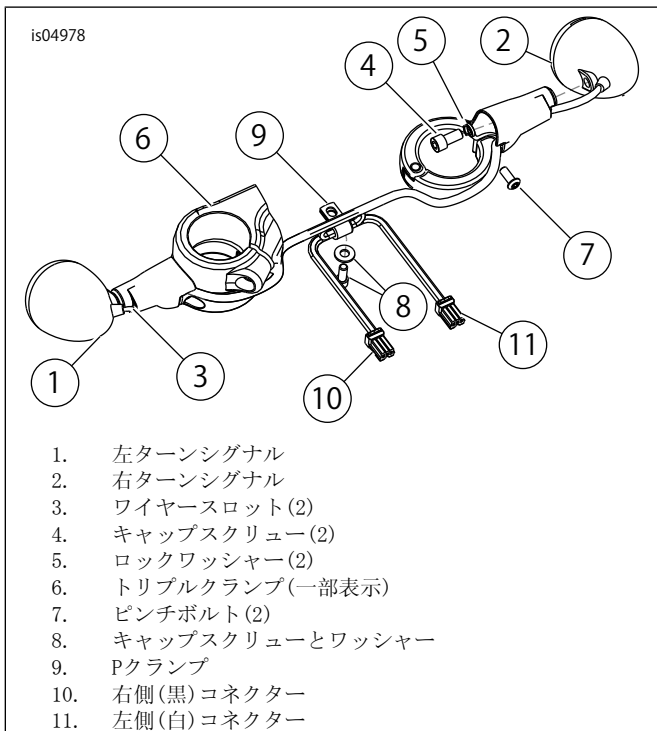

図6。マウントブラケットとワイヤーハーネスの取り付け
「図6」を参照。マウントブラケットにはLH(左)またはRH(右)と刻印されています。左右を間違えないようにブラケットを取り付けてください。
4. 全モデル: 「図6」を参照。ターンシグナルランプからワイヤーの端を、ワイヤースロット(3)を通して柄に送る。
14. 「図6」を参照。該当するサービスマニュアルの指示に従って、ターニングナルハーネスのソケット端子を正しいランプ側コネクタに取り付ける。別途注意がない限り、左側(白コネクタ)(11):右側(黒コネクタ)(10):